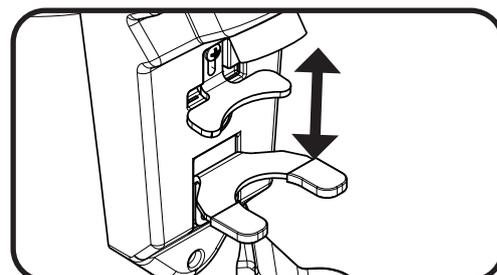

Fig. 4
- Inserire la tramoggia (7) nel regolatore (5,18) e bloccarla con le viti fornite;
- Assicurarsi che l'interruttore generale sia spento (13) e che la spina (14) sia correttamente inserita.
- Regolare la clip ferma portafiltro (9) e la forcella (12) come mostrato nella figure 4 e 5 affinché la caduta del caffè sia centrata e la clip agganci correttamente la il bordo superiore del filtro.